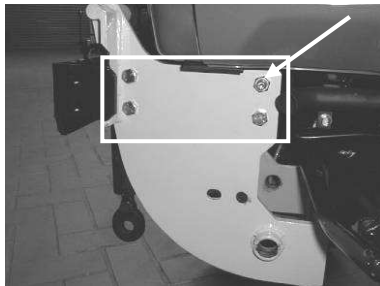

Bild 7: Seitenplatten montiert
1. Befestigen Sie die zwei Seitenplatten mit je vier Schrauben an den Traktorrahmen (siehe Bild 7).
Die im Bild 7 gekennzeichnete Schraube ist 280 mm lang und geht durch beide Seitenplatten.